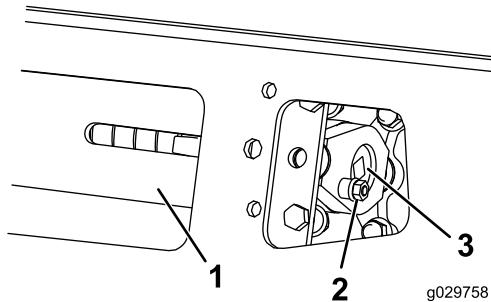
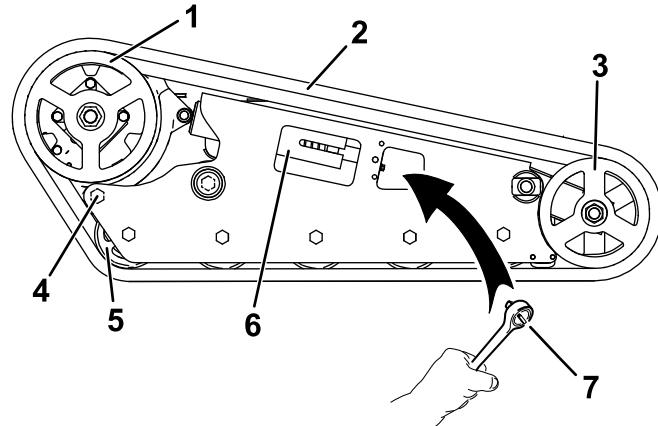

Figura 59
Figura 65
3. Rimuovete il bullone di bloccaggio, il distanziale e il dado (Figura 59).
5. Allineate l'intaglio più vicino della vite di tensione al foro del bullone di bloccaggio e fissate la vite con il bullone di bloccaggio e il dado (Figura 59).
4. Togliete il bullone di bloccaggio e il dado (Figura 59).
5. Utilizzando un cricchetto di trasmissione da $\frac{1}{2}$ ", rilasciate la tensione di trasmissione ruotando la vite di tensione in senso orario (Figura 59 e Figura 65).
6. Allentate il bullone posteriore, vicino alla ruota motrice (Figura 65).